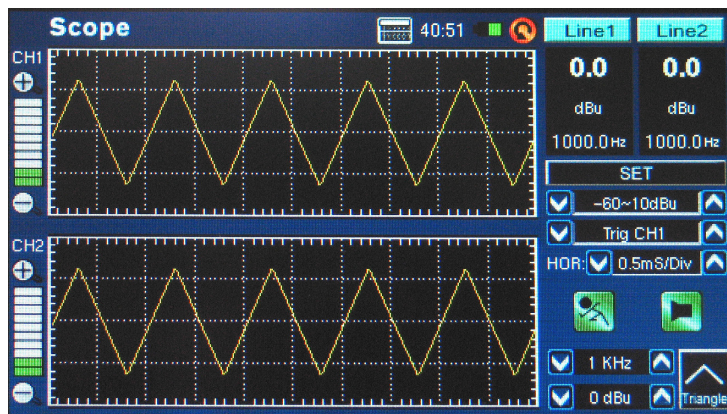

figura 54
- Las señales tales como ondas de seno, ondas triangulares, ondas cuadradas, etcétera, aparecerán como usted esperaría. Si el aspecto de éstas ondas parece deordenado o desenfocado, usted puede necesitar ajustar la opción HOR (tiempo horizontal), en el lado derecho de la ventana de display figura 54).